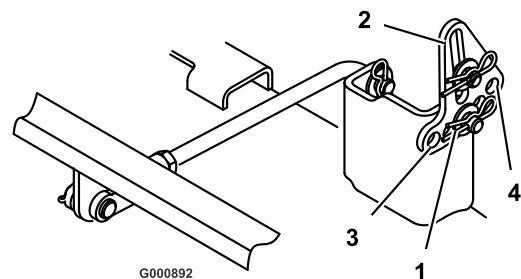

Figure 46
5. Enlevez la goupille fendue et la rondelle de l'une des pattes de mise à niveau (Figure 46). Pour mettre les lames de niveau, fixez les pattes de mise à niveau dans un autre trou à l'aide de la rondelle et de la goupille fendue (Figure 46). Utilisez un trou plus en avant pour réduire la hauteur de la lame, ou un trou plus en arrière pour l'augmenter. Réglez les deux côtés selon les besoins.